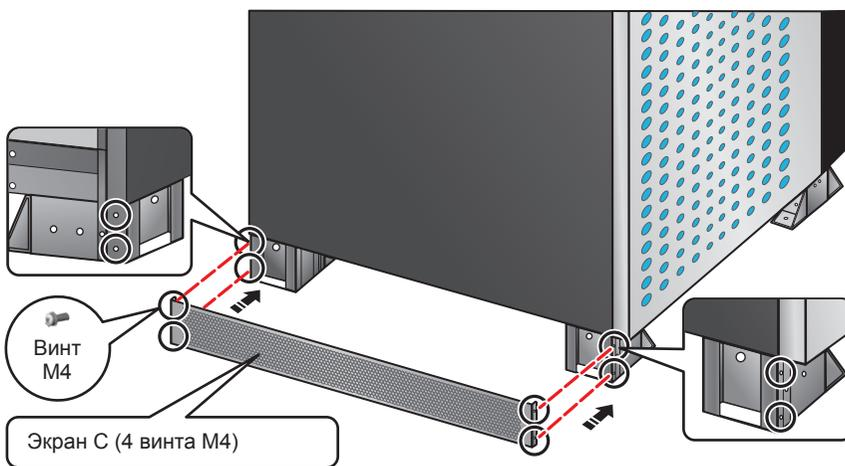

Рис. 5-6. Установка экранов для защиты от грызунов с боковых сторон ИБП
3. По боковым сторонам ИБП установите экраны С, как показано на **Рис. 5-6**.